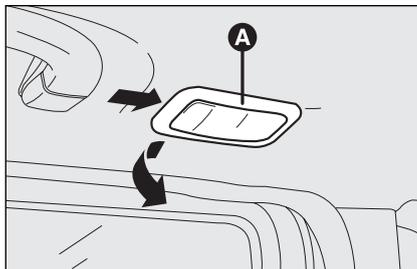

fig. 47
- au moyen du tournevis fourni, enlever le plafonnier **A-fig. 47** en intervenant sur le point indiqué par la flèche;